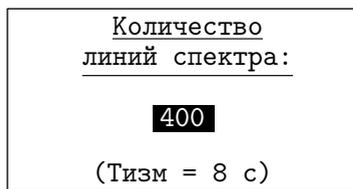

Рис. 3.14
3.4.5. **"Кол. линий спектра"** - установка количества линий спектра (Рис. 3.14).